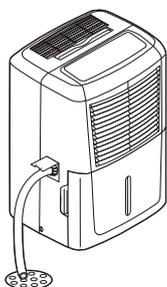

fig. 2
- 3) Rosque una manguera de jardín (no se incluye) en la boquilla, cortada a la medida y dirija-la a la alcantarilla (fig. 2).